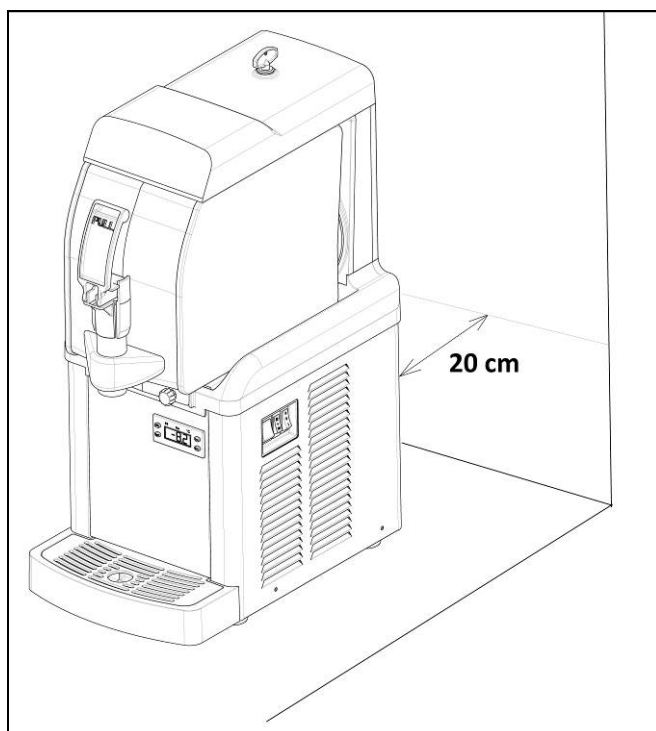

Fig. 19
b) Placer l'appareil sur une surface horizontale et solide en faisant en sorte que la carrosserie de l'appareil soit bien ventilé (au moins 20 cm d'espace libre tout autour, fig.19), installer l'appareil dans un environnement sec et éviter de l'installer à proximité de sources de chaleur.